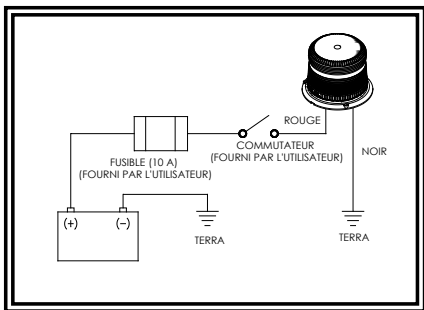

Figure 3
4. Reliez les câbles d'alimentation comme indiqué dans la section sur le câblage (voir figure 3).
Le raccordement de cette configuration est tel que présenté dans la figure 3 ci-dessous. Tous les câblages doivent être d'un minimum de 18 AWG. La ligne positive doit disposer d'un fusible 10 ampères, tel que décrit. Il est possible d'employer un interrupteur pour contrôler la fonction d'allumage et d'arrêt.